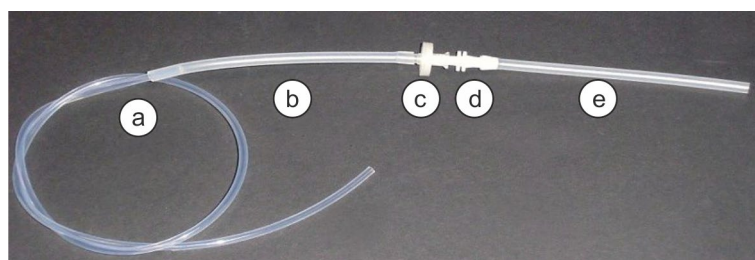

Fig. 19 Kit de contrôle de débit
Des fuites plus petites peuvent être détectées si le débit de contrôle diminue en raison d'une contre-pression supplémentaire dans le système. Si la fuite est identifiée, le kit de contrôle de débit fourni avec le compEAct S. Le kit est assemblé comme suit (→ Fig. 19) :
3. Insérer l'extrémité libre du tuyau (a) (→ Fig. 19) dans le connecteur FAST.